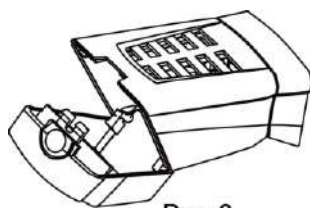

Рис. 3
2. Нажмите на кнопку крышки пылесборника и откройте крышку (рис. 3)